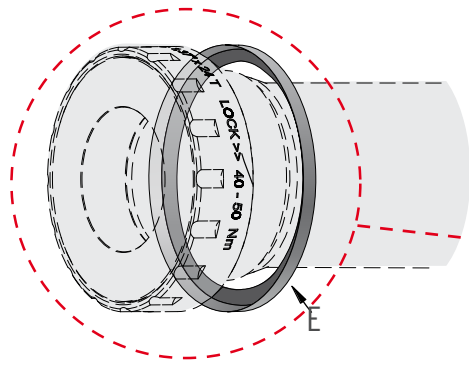

FIG. 1
EVO MAX (36X24 TPI ITA - 1,370X24 TPI BSC) (FIG. 1)
- Avvitare in battuta la calotta destra (A) nella scatola movimento (B), con coppia di chiusura di 45-50Nm (Fig. 1)
- Inserire i distanziali nella scatola movimento assicurandosi che l'anello compensatore (E) sia posizionato correttamente (Fig. 1) ed avvitare la calotta sinistra (C) con coppia di chiusura di 45-50Nm.
- Visser jusqu'en butée la calotte droite (A) dans la boîte de pédalier (B) à un couple de serrage de 45-50 Nm (Fig.1).
- Insérer les entretoises dans la boîte de pédalier en vous assurant que l'anneau de compensation (E) soit positionné correctement (Fig.1) et visser la calotte gauche (C) à un couple de 45-50 Nm.